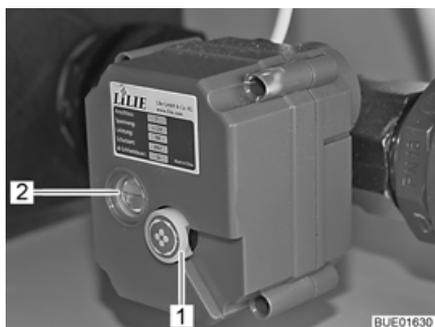

Bild 196 Elektrisch betätigtes Ablassventil
Eine rote Linie im Sichtfenster (Bild 196,2) des elektrisch betätigten Ablassventils zeigt die Ventilstellung an:
- Drehrad (Bild 196,1) am elektrisch betätigten Ablassventil nach außen ziehen und drehen (Drehrichtung beliebig).